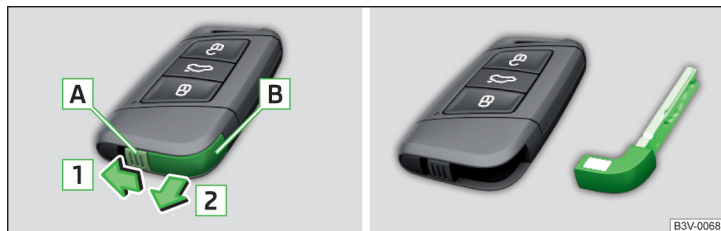

Fig. 35 Clé KESSY
- ▶ Appuyez sur la poignée de déverrouillage **A** dans le sens de la flèche **1** » fig. 35.